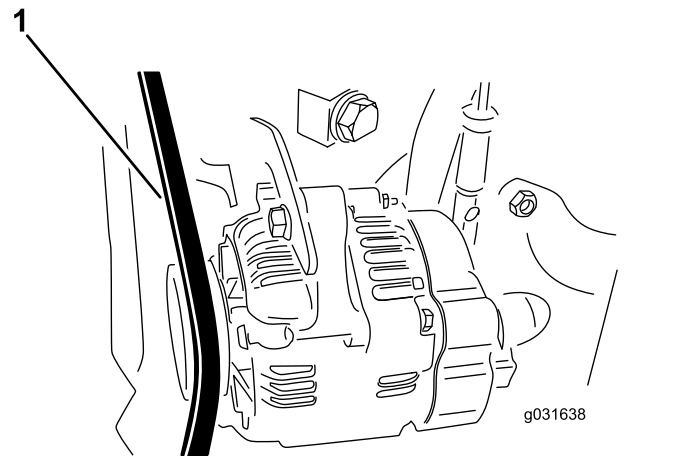

Figura 55
2. Aplique una fuerza de 30 N (22 pulgadas-libra) a la correa del alternador, en el punto intermedio entre las poleas (Figura 55).